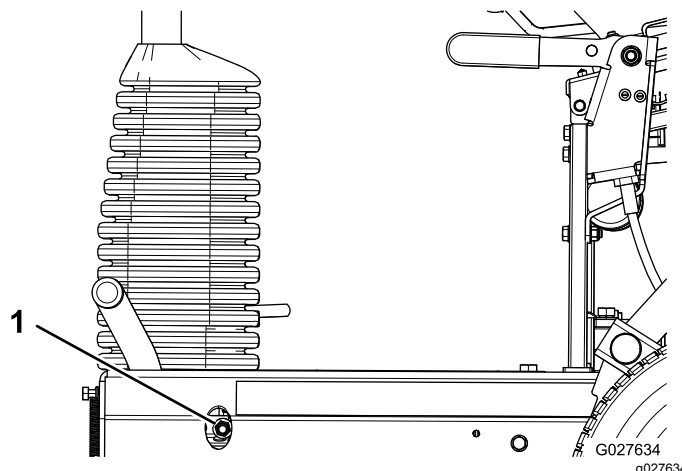

図 37
- ブレーキを強くするにはブレーキロックナットを締め付ける 図 37。
- ブレーキを弱くするにはブレーキロックナットをゆるめる 図 37。